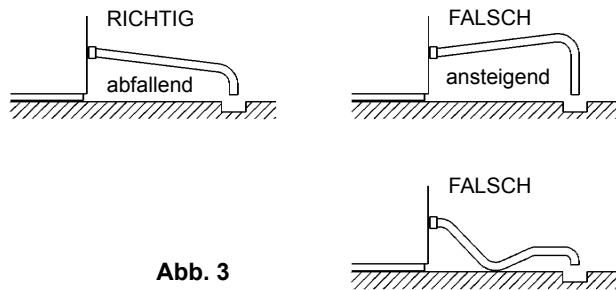

Abb. 3
- * Um einen Rücklauf in den Vorratsbehälter zu verhindern muß die Ablaufleitung wie in Abb. 3 ausgelegt sein.
3) Den grauen, flexiblen Ablaufschlauch (Zubehör) wie gezeigt an den R3/4-Anschluß auf der Rückseite des Eisbereiters festschrauben, dabei wieder darauf achten, daß der Gummidichtungsring sicher eingepaßt ist. Verbindung von Hand festschrauben. Dieser Schlauch kann zum Ablaufen in einen Kanal auf die richtige Länge zugeschnitten werden (Abb. 3).